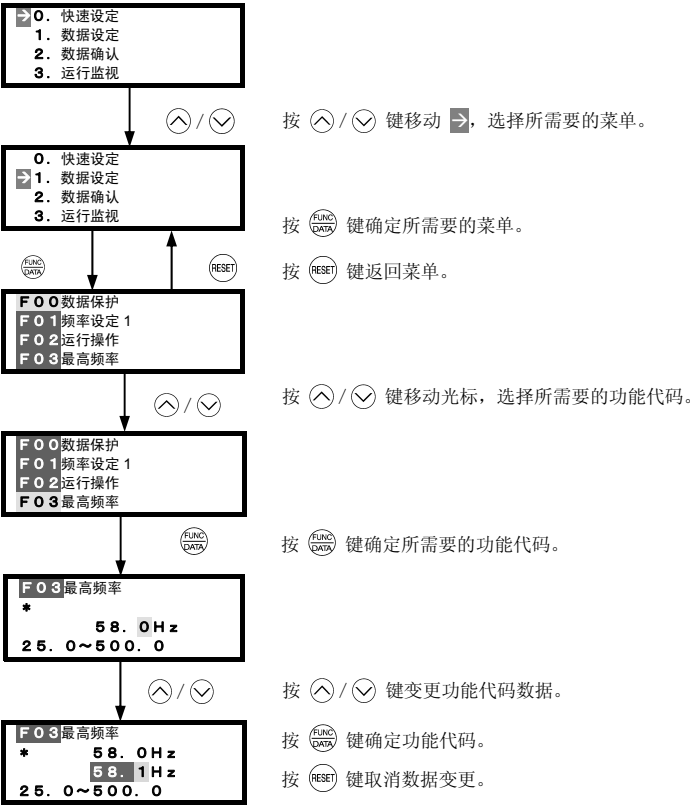

图 3.14 功能代码的数据变更
- 按照图 3.14 的功能代码数据的变化步骤，说明基本键操作。
- (1) 电源接通之后自动进入运行模式。在运行模式状态下，如果按 (PRG) 键，则进入程序模式，显示菜单。
- (2) 以 (△) / (▽) 键移动 ▢，并且选择 "1. 数据设定" 之后，按 (FUNC DATA) 键，就会显示功能代码一览。
- (3) 用 (△) / (▽) 键选择目的功能代码，按 (FUNC DATA) 键。(在该示例中选择功能代码 F03)
- (4) 用 (△) / (▽) 键变更功能代码的数据。变更功能代码数据时按移位键可以使闪烁的位移动，并且可以变更该位的数据。(光标移动)
- (5) 按 (FUNC DATA) 键决定功能代码的数据。
- (6) 为了从功能代码一览返回菜单，按 (RESET) 键。